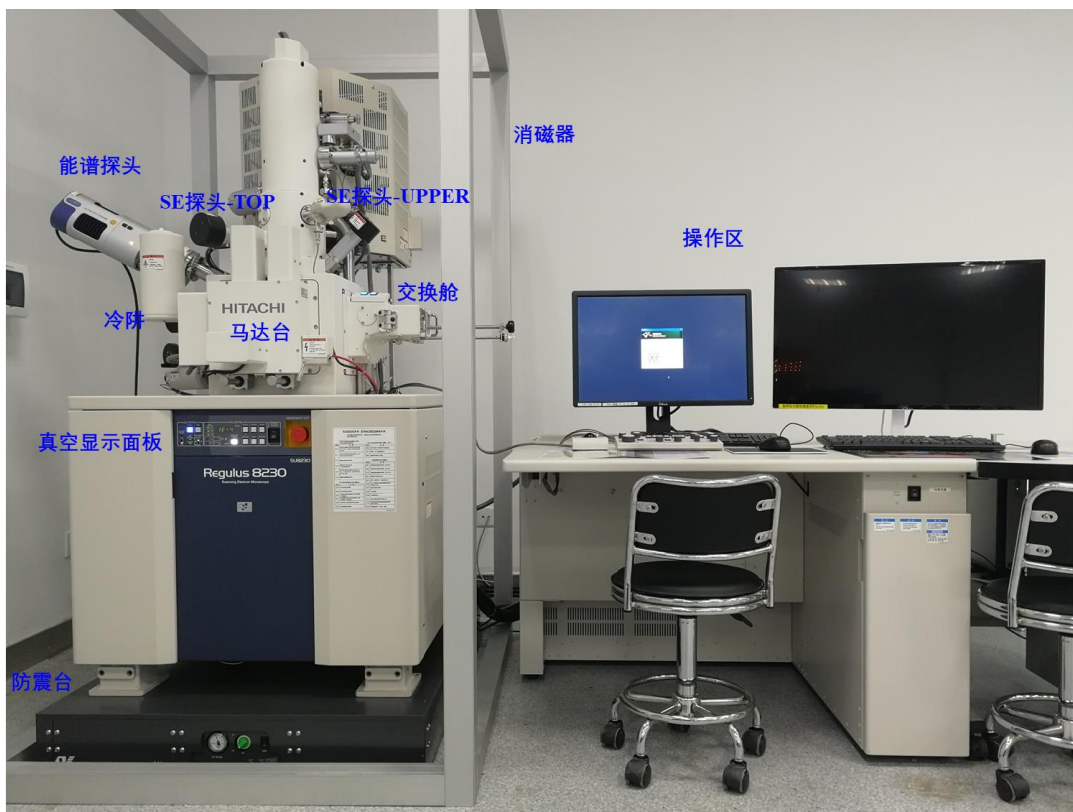

图 6-1 Regulus 8230 高分辨冷场发射扫描电镜系统图示
**能谱探测器：** 无窗型斜插电制冷能谱仪，收集 X 射线信号，用于元素分析，分析范围为 Be4 ~ Cf98，元素分析下限：Li3。Regulus 8230 高分辨冷场发射扫描电镜主要组成部分如图 6-1 所示：